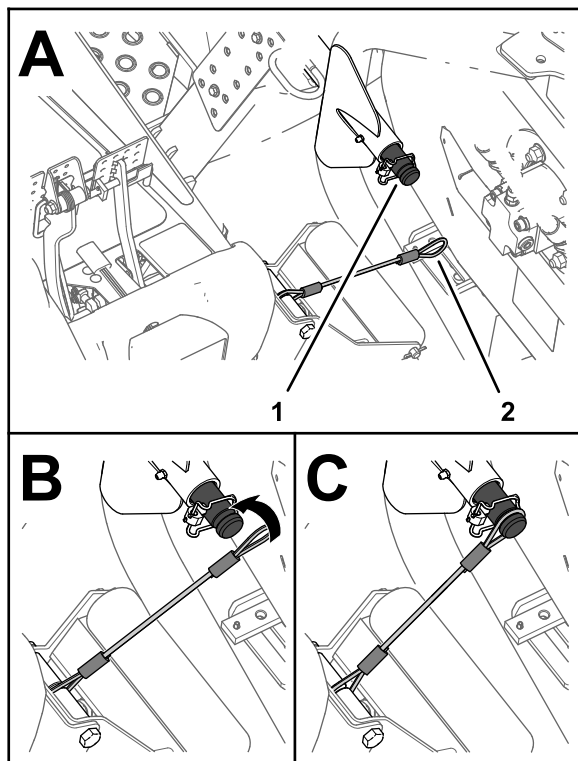

図 65
5. 左右のカッティングユニットの昇降アームのキャリアシャフトにランヤードを取り付ける 図 65。
6. キャリアシャフトの溝にランヤードの輪を掛ける。溝に完全に掛けること 図 65。